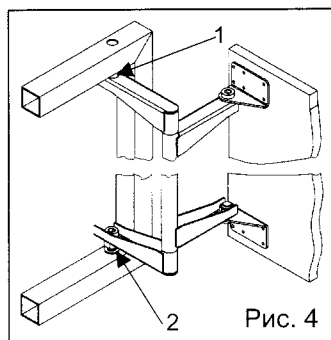
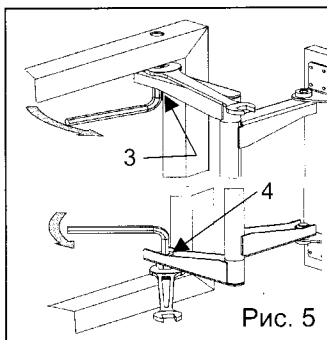
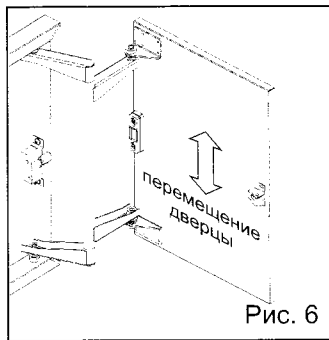

Рис. 4
Рис. 5
Рис. 6
**Для перемещения дверцы вверх**, с помощью рожкового ключа ослабьте контргайки 1 и 2 (Рис. 4) в верхнем и нижнем крепежно-регулирующих узлах, затем, с помощью торцевого ключа, верхний крепежный болт 3 закрутите, а нижний болт 4 выкрутите (Рис. 5) не более, чем на пол-оборота каждый.
После регулировки затяните контргайки 1 и 2 (Рис. 4), закройте дверцу и проверьте ее положение (Рис. 6). При необходимости регулировку повторите.
**Для перемещения дверцы вниз**, крепежные болты 3 и 4 (Рис. 5) вращать в обратную сторону.
**Внимание.** Дверца принимает истинное положение только при затянутых контргайках 1,2 (Рис. 4).